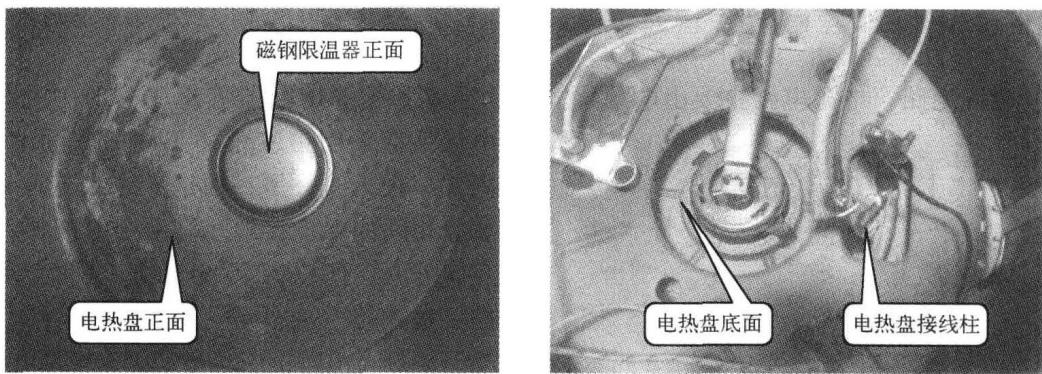

图 1-6 机械式电饭煲的电热盘
**1) 电热盘** 电热盘是电饭煲电路的核心。电热盘是将电热管放在模具中，然后铸上铝合金制造而成的，并且有足够的强度和良好的导热性能。电热盘的中间有一个圆形孔，用于安装磁钢限温器。电热盘结构如图 1-6 所示。